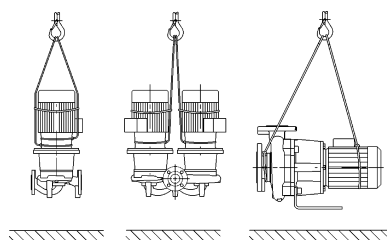

Fig. 7: Trasporto della pompa
- Gli occhioni per il trasporto sul motore servono solo per introdurre le cinghie durante il sollevamento (Fig. 7).